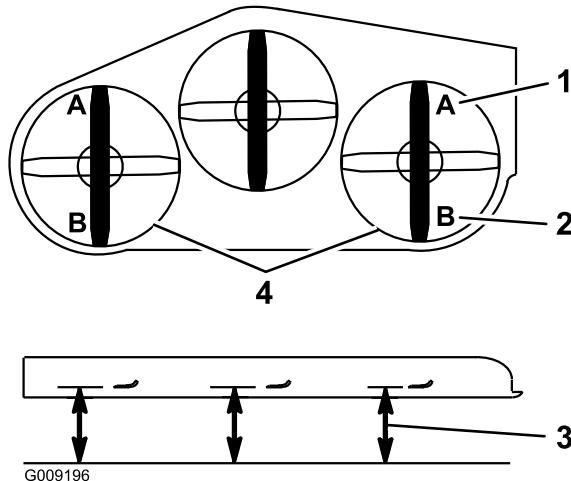

Figura 86
9. En ambos lados de la carcasa, mida desde la superficie nivelada hasta la punta delantera de la cuchilla (Posición A), según se muestra en Figura 86.
- En ambos lados de la carcasa, mida desde la superficie nivelada hasta la punta trasera de la cuchilla (Posición B), según se muestra en Figura 86.